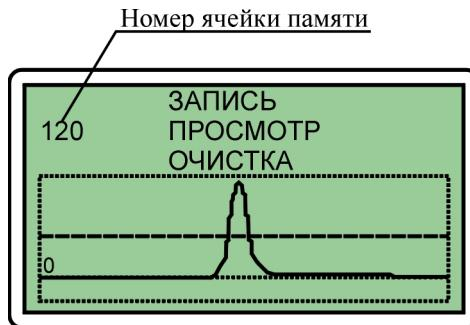

Рис. 6.9 Режим работы с памятью
6.13.2.1 Кнопками " \uparrow ", " \downarrow " установить курсор на строку "ПАМ" и нажать кнопку " \leftarrow " ВВОД, при этом дефектоскоп перейдет в режим работы с памятью (рис. 6.9).
6.13.3.1 Кнопками " \uparrow ", " \downarrow " установить курсор на строку "ПРОСМОТР" (рис. 6.9) и нажать кнопку " \leftarrow " ВВОД.
6.13.4.1 Кнопками " \uparrow ", " \downarrow " установить курсор на строку "ОЧИСТКА" (рис. 6.9) и нажать кнопку " \leftarrow " ВВОД. При этом на дисплее дефектоскопа появится предупреждающее сообщение "СТЕРЕТЬ?".